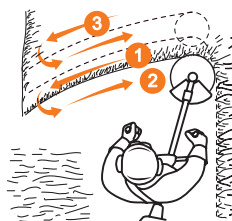

Рис. 16
- Для кошения густой высокой травы перемещайте режущую часть медленно и осторожно. Скашивание травы производите на максимальных оборотах двигателя справа налево, возвращайте катушку по уже скошенной траектории (Рис. 16).